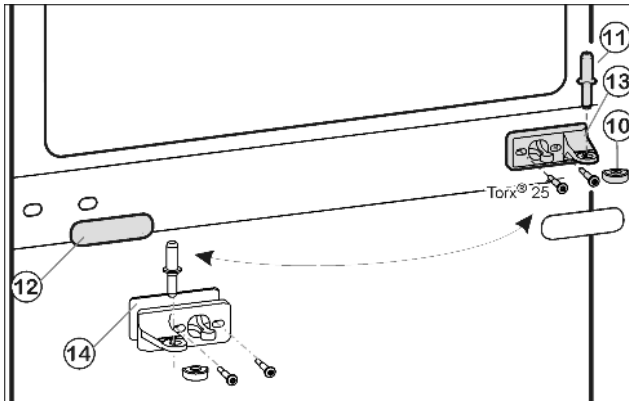
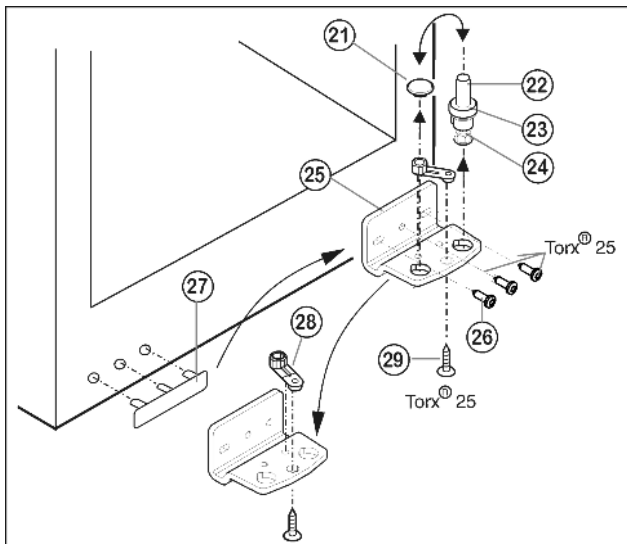

Fig. 8
Fig. 9
- ▶ Lagerbolzen Mitte Fig. 8 (11) aus dem Lagerbock und der unteren Tür herausziehen.
- ▶ Kunststoffkappe Fig. 8 (10) abziehen.
- ▶ Lagerbock Mitte Fig. 8 (13) abschrauben (2 mal Torx® 25).
- ▶ Abdeckblende Fig. 8 (12) vorsichtig abziehen.
- ▶ Lagerbock Mitte Fig. 8 (13) mit Unterlage Fig. 8 (14) um 180° gedreht auf die neue Scharnierseite **fest (mit 4 Nm)** anschrauben.
- ▶ Abdeckblende Fig. 8 (12) um 180° gedreht auf der neuen Griffseite wieder aufrasten.
- ▶ Lagerbolzen Fig. 9 (22) komplett, mit Scheibe Fig. 9 (23) und Stellfuß Fig. 9 (24), nach oben herausziehen.
- ▶ Stopfen Fig. 9 (21) abheben.
- ▶ Lagerbock Fig. 9 (25) abschrauben Fig. 9 (26).
- ▶ Lagerteil Fig. 9 (28) abschrauben Fig. 9 (29) und in das gegenüberliegende Aufnahme Loch des Lagerbocks umsetzen, wieder festschrauben.
- ▶ Griffseitige Abdeckung Fig. 9 (27) vorsichtig abheben und auf die Gegenseite umsetzen.
- ▶ Lagerbock Fig. 9 (25) auf der neuen Scharnierseite ggf. mit Hilfe eines Akkuschraubers **fest (mit 4 Nm)** wieder anschrauben.
- ▶ Stopfen Fig. 9 (21) in das andere Loch wieder einsetzen.
- ▶ Lagerbolzen Fig. 9 (22) komplett, mit Scheibe und Stellfuß, wieder einsetzen. Dabei darauf achten, dass der Rastnocken nach hinten zeigt.
- ▶ Untere Tür von oben auf Lagerbolzen unten Fig. 9 (22) aufsetzen.
- ▶ Die Kunststoffkappe Fig. 8 (10) wieder auf den Lagerbock Mitte Fig. 8 (13) aufsetzen.
- ▶ Lagerbolzen Mitte Fig. 8 (11) auf der neuen Scharnierseite durch den Lagerbock Mitte Fig. 8 (13) in die untere Tür einsetzen.
- ▶ Obere Tür auf den Lagerbolzen Mitte Fig. 8 (11) setzen.
- ▶ Die Türen eventuell über die beiden Langlöcher im Lagerbock unten Fig. 9 (25) und Lagerbock Mitte Fig. 8 (13) fluchtend zum Gerätegehäuse ausrichten. Dazu mittlere Schraube im Lagerbock unten Fig. 9 (25) herausdrehen.